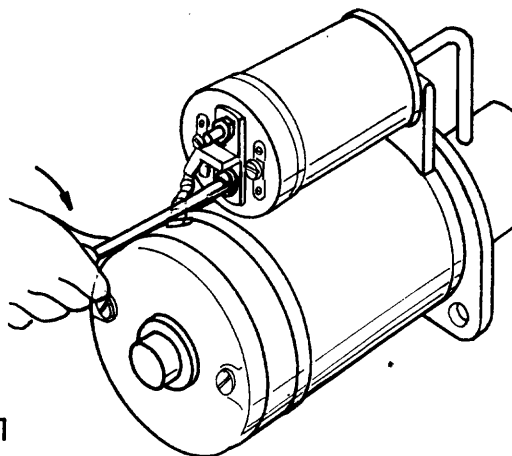

Fig. 1
- a Saque el tornillo que conecta el terminal del motor con el solenoide (fig. 1).